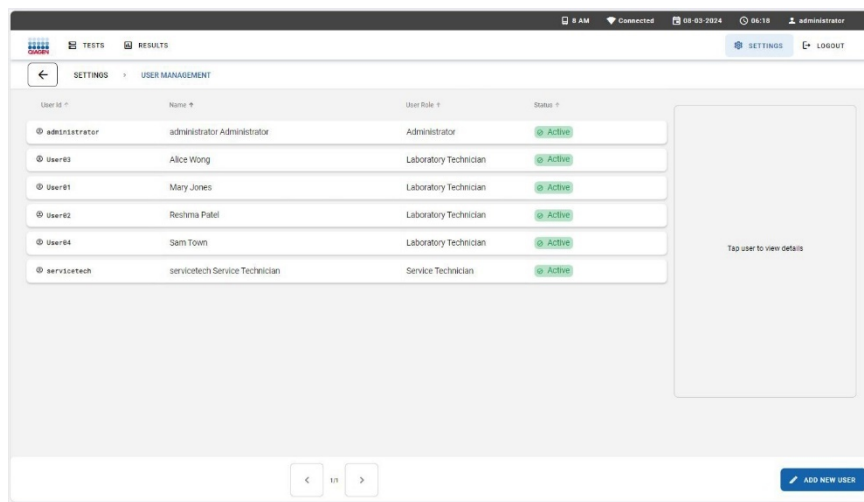

Abbildung 69. Benutzerverwaltung.
2. Wählen Sie das Menü „User Management“ (Benutzerverwaltung) aus, um die Benutzer anzuzeigen, die auf den QIAstat-Dx Rise zugreifen können (Abbildung 69). Die Eigenschaften des Benutzerprofils sind unter Allgemeiner Betriebsablauf beschrieben.